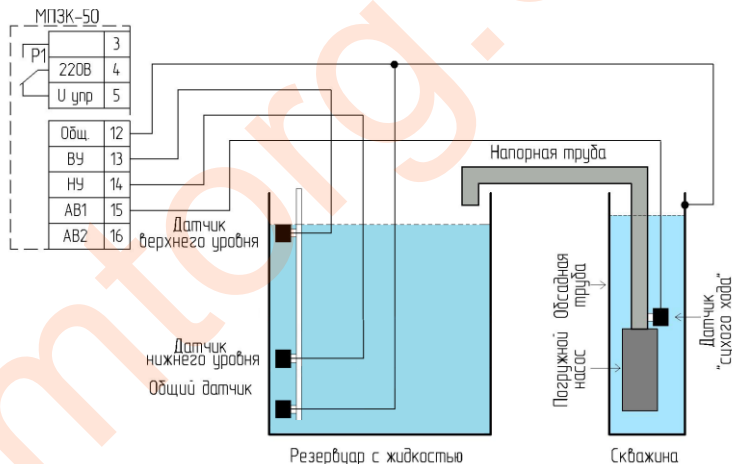

Рис.3 Выключение электродвигателя в режиме работы «датчик уровня»
- 2) при наполнении резервуара жидкостью до датчика верхнего уровня происходит автоматическое выключение электродвигателя насоса (см. Рис.3);